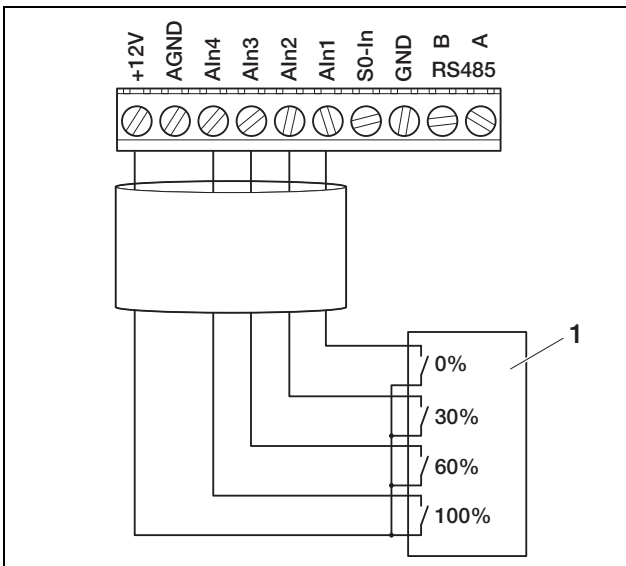

Abbildung 48: Anschluss des Rundsteuerempfängers an den Wechselrichter
- Schließen Sie die Leitungen vom Rundsteuerempfänger entsprechend der Anschlussbelegung (Abbildung 48 und Tabelle 9) an.